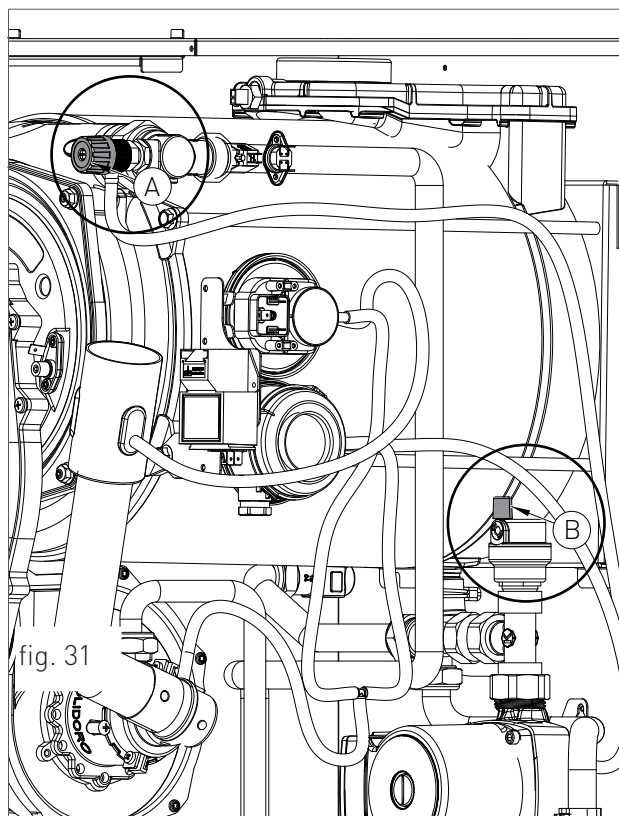

fig. 31
- › Assurez-vous que la valeur 'd1' est de 5.5 gal (20 l), sinon la régler à travers le régulateur de débit (C-Figure 31).